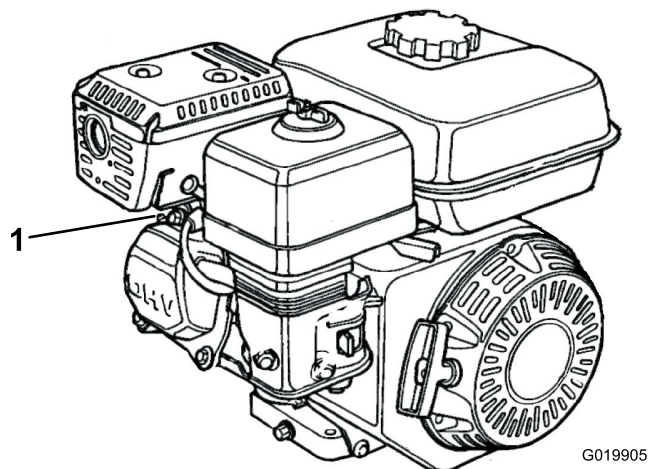

図 30
1. 点火プラグについている点火ケーブルを取り外す 図 30。